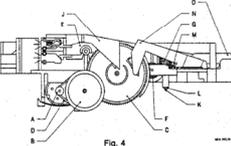
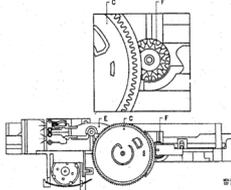

Fig. 4
Fig. 5
- Veranlassen, dass die Öffnung in Zahnrad F senkrecht angeordnet ist (siehe Bild 4) und Kammmrad C anbringen in der Weise wie in Bild 5 dargestellt.